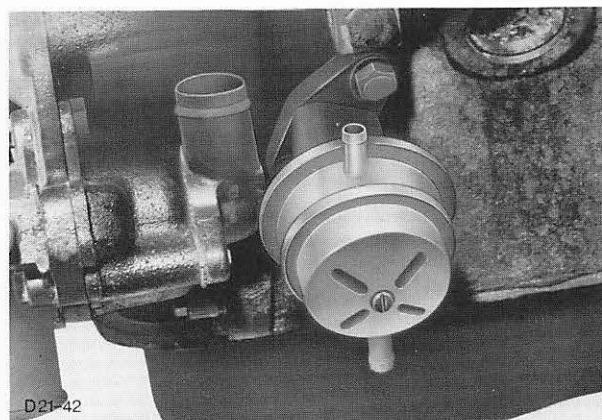

Abb. 134 Kraftstoffpumpe abschrauben
12. Kraftstoffpumpe (2 Schrauben) mit Kraftstoffleitung abschrauben, Abb. 134. Stößel herausnehmen.